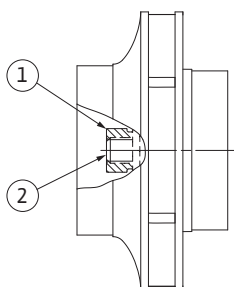

Fig. 53: Правильное положение гайки рабочего колеса после монтажа
29. Удерживать вал (см. операцию 24) и затянуть гайку рабочего колеса с предписанным моментом затяжки (см. перечень «Таблица 11: Моменты затяжки винтов» на стр. 245). Гайка (рис. 53, поз. 1) должна располагаться заподлицо с концом вала (рис. 53, поз. 2) с допуском $\pm 0,5$ мм. Если это условие не выполняется, ослабить гайку и повторить операции 25–29.